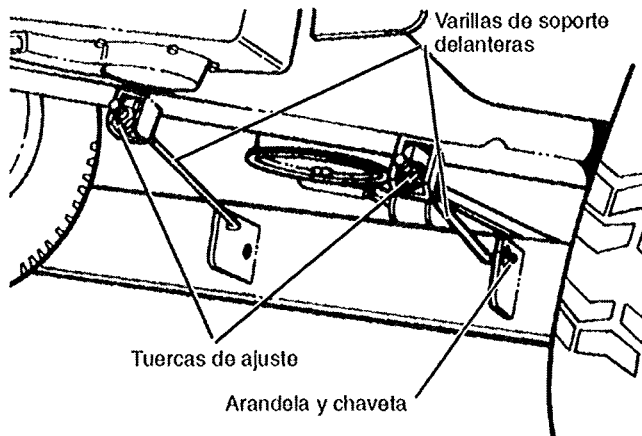

FIGURA 44
- Retire el pasadores de traba con resorte y la arandela de las dos varillas de soporte del cortacésped al frente de la plataforma. (Vea la Figura 44)